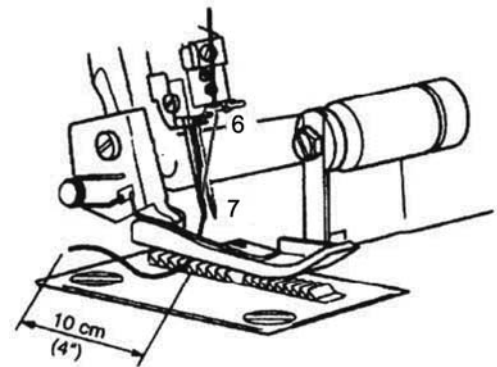

Abb.33
5. Führen Sie den Faden durch die linke Nadel (7) (Abb. 33).
6. Legen Sie den Faden nach hinten unter den Nähfuß ②1.